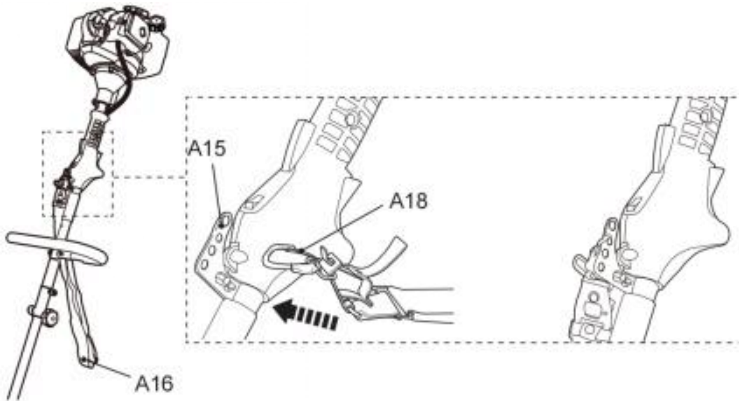

Fig. 32
1. Bevestig de bevestigingsclip (A18) aan een van de vier lussen (A15) (Fig. 32).